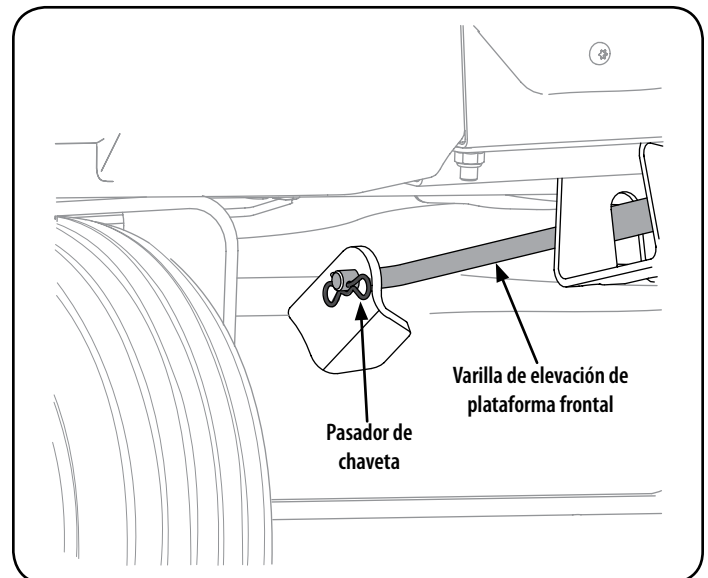

Figura 27
- Tire del pasador de chaveta hacia afuera de la varilla de elevación delantera de la plataforma que la sujeta a la plataforma. Vea la Figura 27. Saque la varilla de elevación de la plataforma de la ménsula de suspensión frontal.
- Vuelva a instalar la varilla de elevación delantera de la plataforma y sujétela en su lugar con el pasador de chaveta. Consulte la Figura 27.